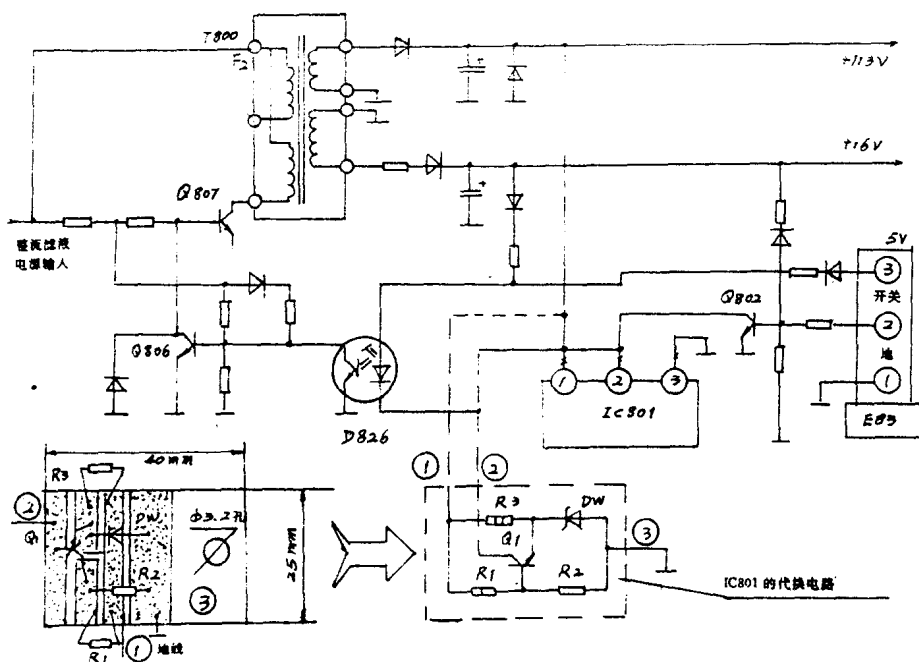

图 1—8
用万用表 250V 直流电压档测整机 +113V 主电源电压为零。在检查中发现，集成电路 IC801 (S1854LBM-2) 的②脚对地 (③脚) 电阻只有约 51Ω 左右，近于短路。究其原因主要有两个 (相关电路见图 1—8 所示)：
2、按图 1—8 虚线框内的电路用分立元器件 (各元器件数据见表 1—6 所示) 组装一块小